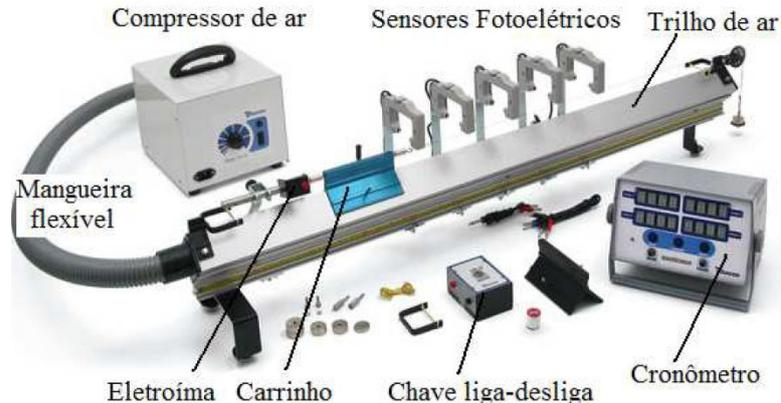

Figura 2 - Fotografia da montagem experimental do trilho de ar, mostrando os equipamentos e acessórios usados na prática experimental.
A figura 2 apresenta os equipamentos e acessórios que serão usados nesta prática experimental. Note que para marcarmos o tempo de percurso será feito uso de sensores fotoelétricos, os quais são responsáveis por acionar os cronômetros.
- Monte o sistema conforme a Figura 2 observando suas partes constituintes. Com os sensores fotoelétricos ligados teste o cronômetro (passando o dedo pelos feixes de luz) verifique se os comandos estão sendo acionados normalmente.
- Neste caso, do MRU, a massa colocada na ponta do fio deve encostar na mesa antes que o carrinho passe pelo primeiro sensor. Assim ajuste uma altura (H) de aproximadamente 0,5 cm da massa em relação ao plano da mesa.